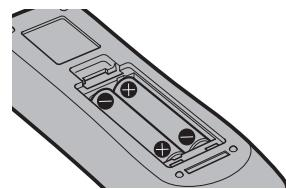

図2
- 2) 電池を入れ、ふたを閉じる (●側から先に入れます) (図2)